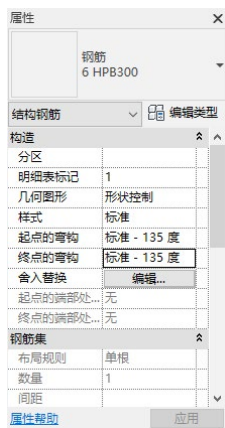

图 13-14 添加弯钩
(4) 在“属性”选项板中更改“起点的弯钩”和“终点的弯钩”为“标准—135 度”，为钢筋添加弯钩，如图 13-14 所示。